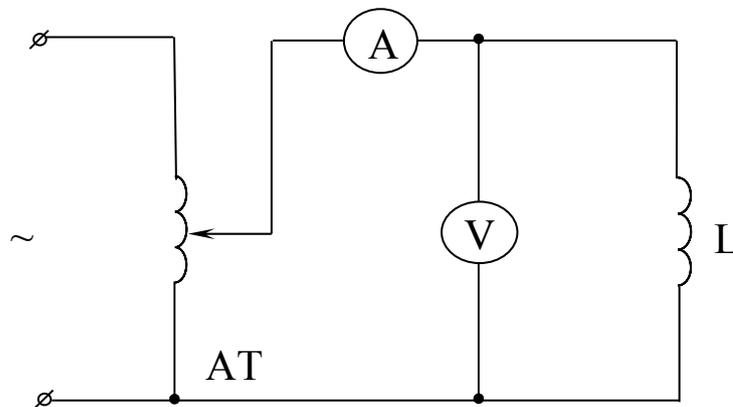

Рисунок 5.4 – Схема для определения индуктивного сопротивления катушки
- 1.2. Собрать схему (рисунок 5.4) для определения параметров X_{L1} и X_{L2} катушек.